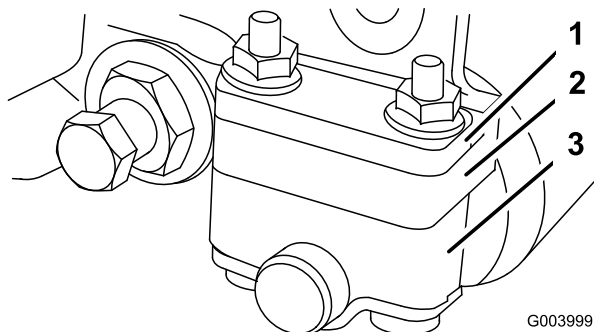
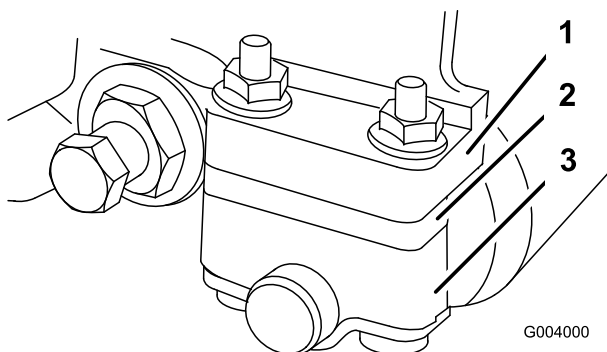

Bild 51
Bild 52
1. Stellen Sie die hinteren Rollenhalterungen (Bild 51 und Bild 52) auf die obere oder untere
- Positionieren Sie das Distanzstück unter den Montageflansch der Seitenplatte, wenn der Schnitthöhenbereich zwischen 3,2 mm und 25 mm liegen soll (Bild 52).